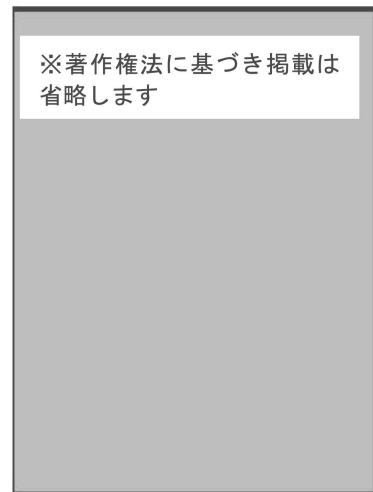

図4
7 図4の流れ図について、次の(1), (2)の問いに答えよ。
- (1) Xに8を入力したとき、出力されるSの値を求めよ。
- (2) どのような処理を行う流れ図か、説明せよ。